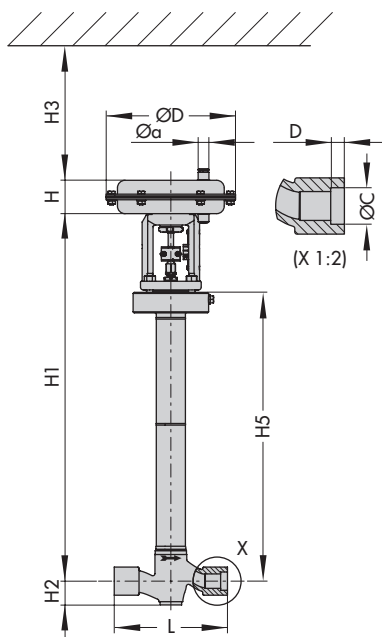

Fig. 5 · Valvola a via diritta Tipo 3248-1
**Tabella 5a · Valvola Tipo 3248 in acciaio inox, Short pattern, Class 150 ÷ 300 (fig 5)**